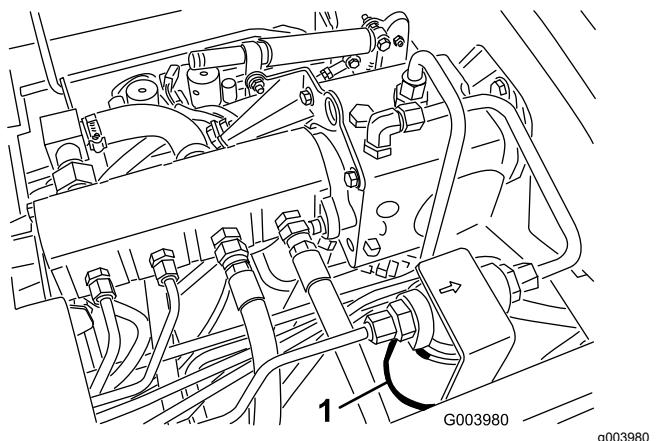
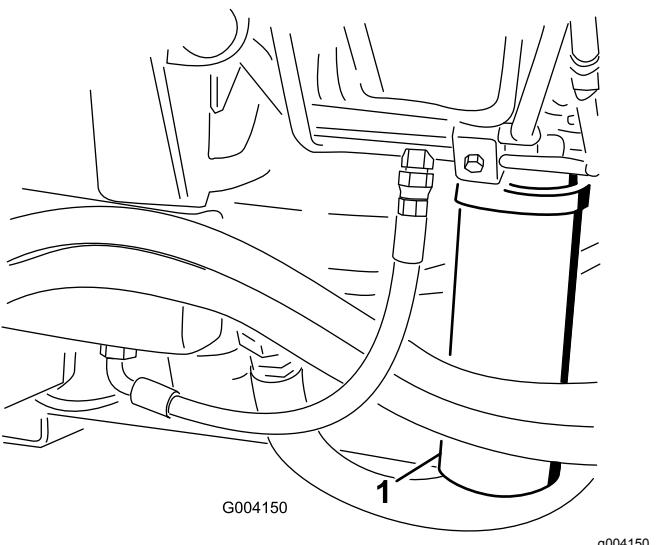

Figura 72
Figura 73
2. Limpe a área à volta da área de montagem do filtro e coloque um recipiente de drenagem por baixo do filtro (Figura 72) e (Figura 73).